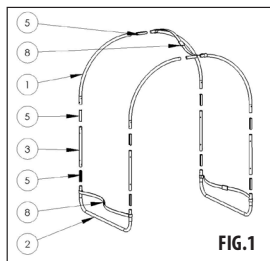

FIG.1
- 1) Ihopsättning av stödramen från enskilda rör och kopplingar (FIG. 1). SÄTT IN BAND MED ETT SPÄNNE (8) VID IHOPSÄTTNING AV RAMEN. NEDRE 2 ST.BAND TJÄNAR TILL ATT FÄSTA SOLFÄNGARE, DET ÖVRE BANDET FÖRHINDRAR DESSUTOM ATT ÖVRE RAMDELLEN DRAS UT, DEN LIGGER UNDER PANELEN.